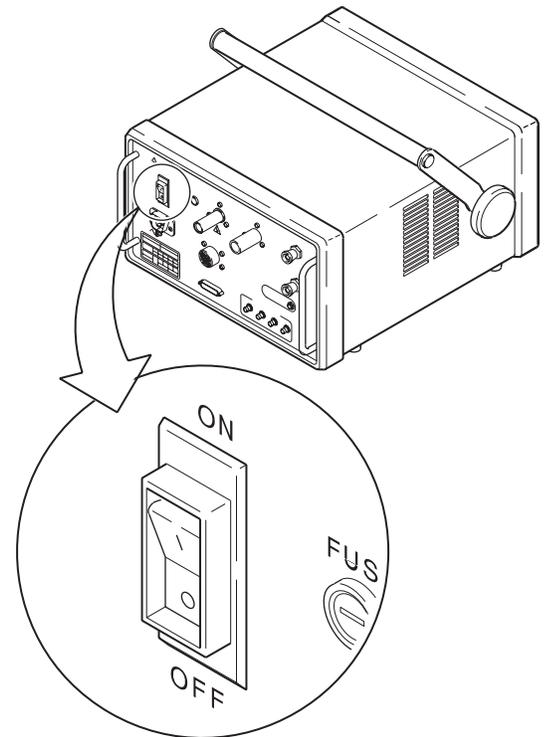

Figura 103 Interruptor de la fuente de alimentación en posición de apagado (OFF)
1. Apague la fuente de alimentación. Véase la Figura 103.